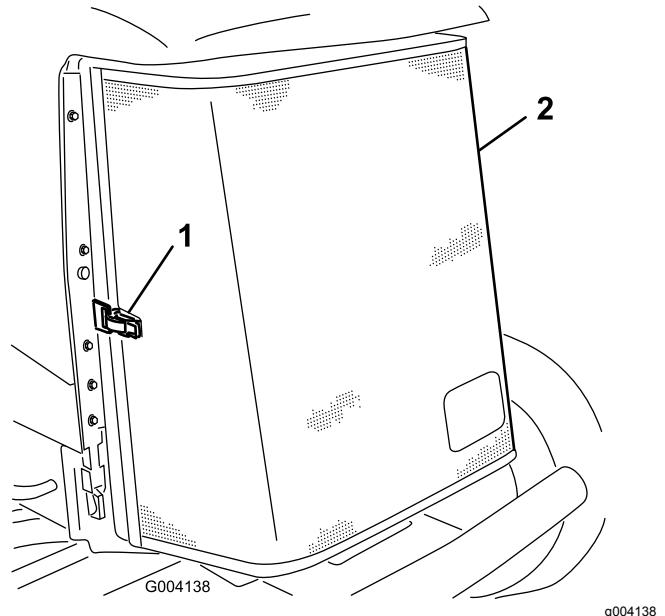

Figura 59
3. Sbloccate il morsetto e aprite la griglia posteriore (Figura 59).